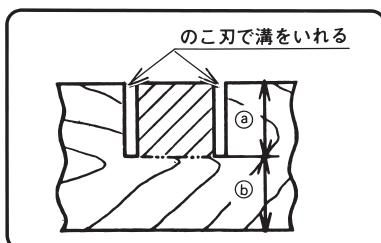
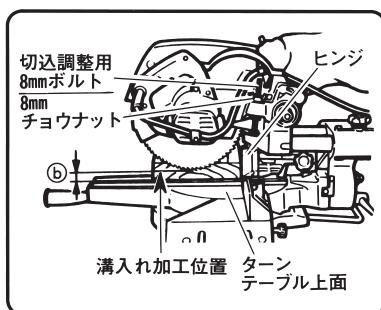

図 35
図 36
(1) のこ刃が希望の深さで止まるよう下限位置を調整すると図35に示すような溝加工ができます。のこ刃で溝を加工したのち、斜線部はのみ等でとつてください。
(2) のこ刃の下限位置調整は、8mmチョウナットをゆるめ、切込調整用8mmボルトをまわして上下させ、切込調整用8mmボルト頭部をヒンジに突き当てるによりおこなえます。(図36) のこ刃とターンテーブル上面との感覚を図35⑥寸法にセットします。調整後は、8mmチョウナットを確実に締め固定してください。